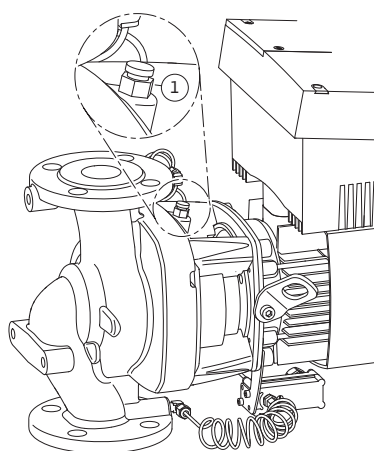

Fig. 45: Клапан для удаления воздуха
- Удалить воздух из насоса путем открытия клапанов для выпуска воздуха (рис. 45, поз. 1). Сухой ход разрушает скользящее торцевое уплотнение насоса. На дифференциальном датчике давления запрещается удалять воздух (опасность разрушения).